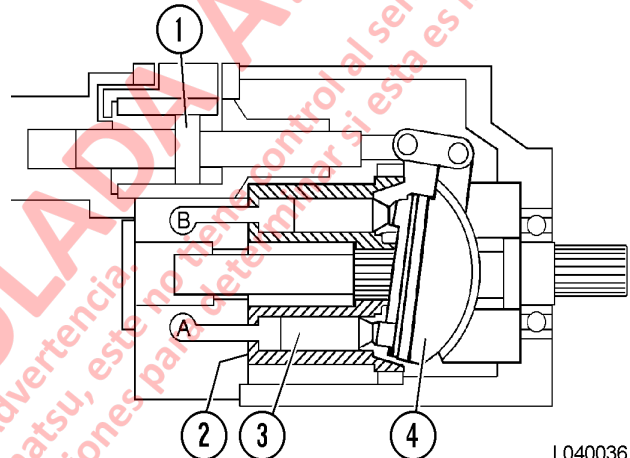

FIGURA 4-13. BOMBA A VOLUMEN MEDIO
La Figura 4-13, muestra que la posición del pistón de control (1), está cerca del centro de su desplazamiento. El bloque basculante (4) no está angulado en inclinación como antes. Por lo tanto, los pistones tienen una carrera más corta, al ser así, la salida de la bomba también disminuye.